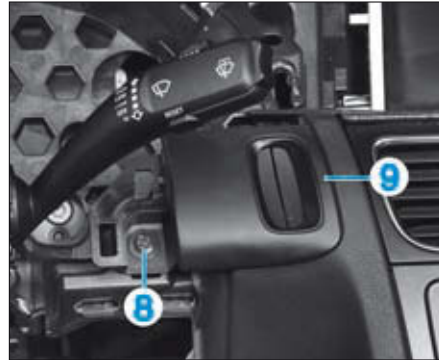
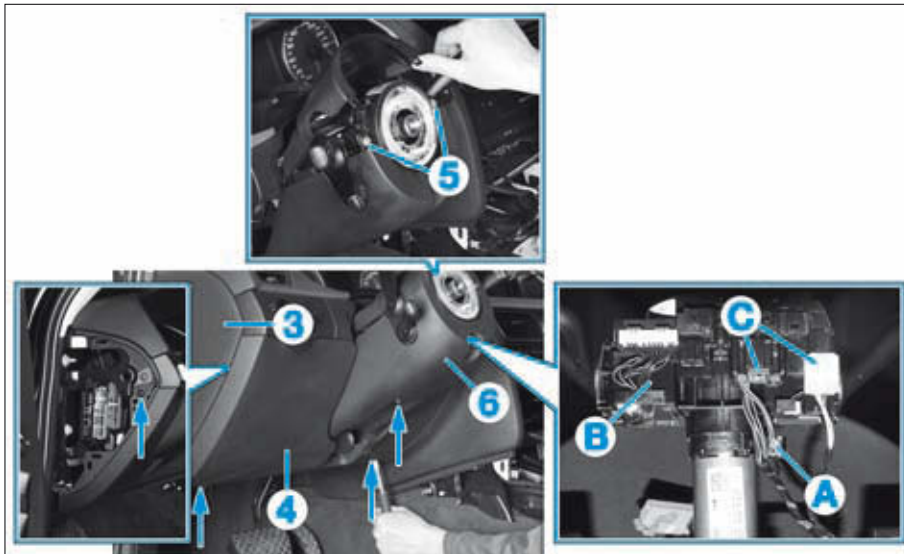

FIG. 19
FIG. 17
- Dégrafer la garniture latérale gauche (3) de la planche de bord (Fig.17).
- la garniture inférieure gauche (4) de la planche de bord,
- les 2 vis supérieures (5) de la garniture de colonne de direction,
- la garniture inférieure (6) de colonne de direction.
- Desserrer la vis (A) de l'ensemble commodo/contacteur tournant (B).
- Déposer l'ensemble commodo/contacteur tournant (B) après avoir débranché les connecteurs (C).
- la vis (8) du cache (9) de la commande de démarrage (Fig.19).